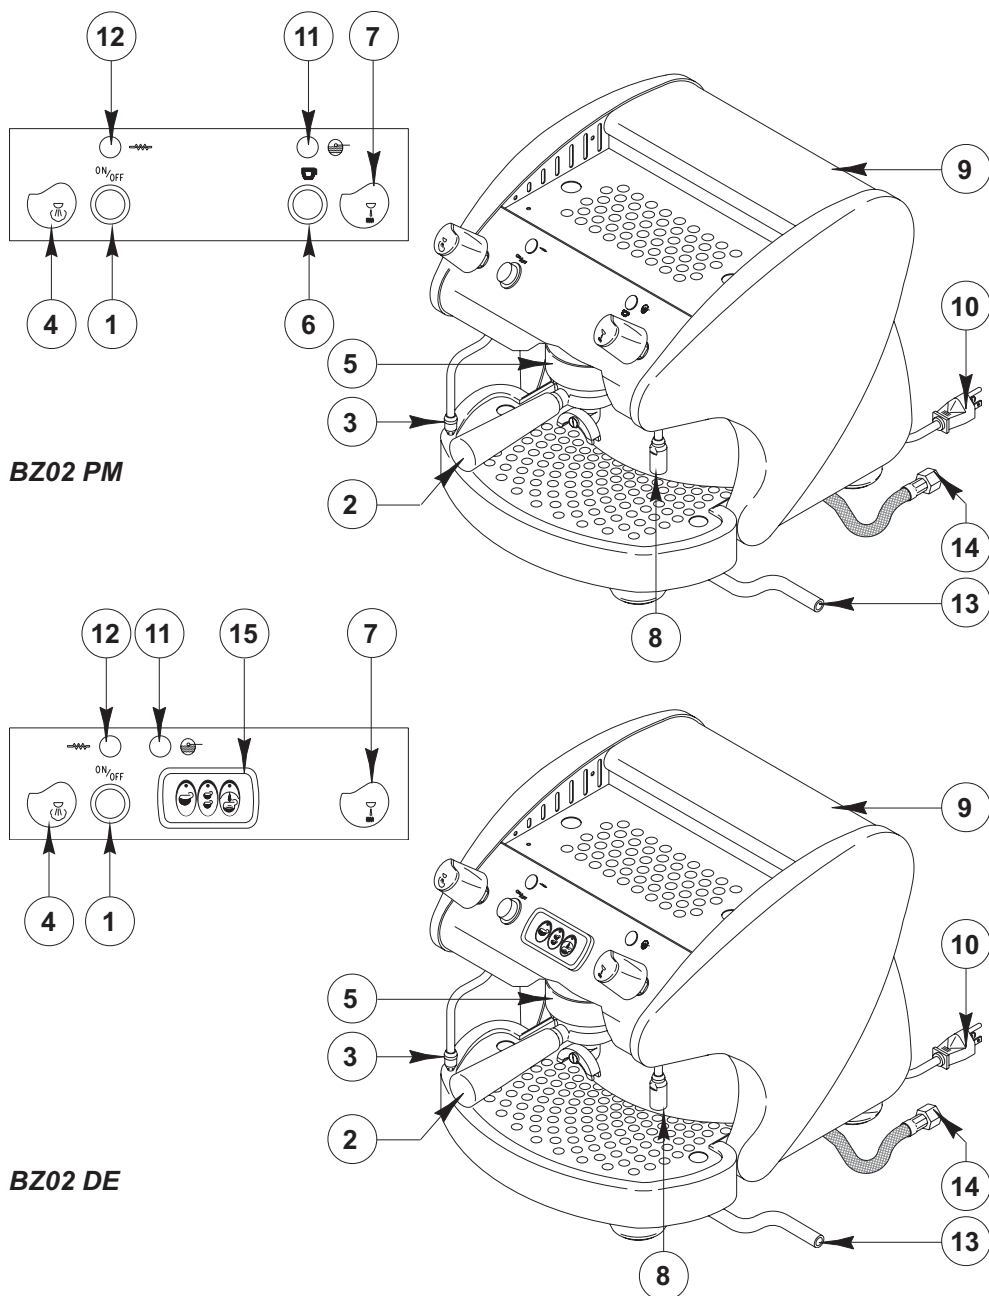

Fig. 1
Installer un robinet d'interception de l'eau en amont du branchement de la machine (fig. 1; pos. 14).
Le raccord de chargement de l'eau (fig. 1; pos. 14) est fileté G 3/8".
Connecter une tuyaute d'évacuation D10mm au raccord de décharge (fig. 1; pos. 13) de charger l'eau dans un siphon hydraulique.
Introduire l'eau dans le réservoir, version S (fig. 1; pos. 9).
Presser l'interrupteur ON/OFF (fig. 1; pos. 1).
Pour porter la machine à la température correcte, ouvrir le robinet vapeur (fig. 1; pos. 4) et décharger 2 ou 3 fois la vapeur dans le bassin de vidange.
Le voyant vert (fig. 1; pos. 12) allumé indique le branchement de la résistance.
Le voyant jaune (fig. 1; pos. 11) allumé, indique le fonctionnement régulier de la machine; s'il est éteint, signifie que le niveau d'eau en chaudière est insuffisant.